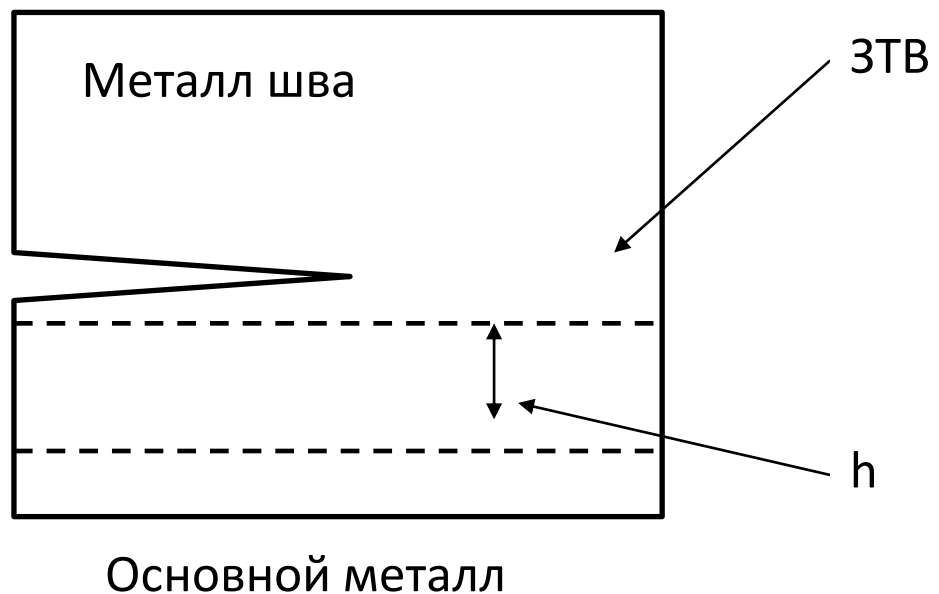

Рисунок 1
1) Требуется определить показатель « $n$ » в уравнении Вейбулла, описывающим вероятность хрупкого разрушения образцов, представленных на рис.1
2) Следует также ответить на вопрос, где разброс  $K_{Jc}$  больше: при испытании образцов из хрупкого однородного материала или при испытании образцов, представленных на рис.1.